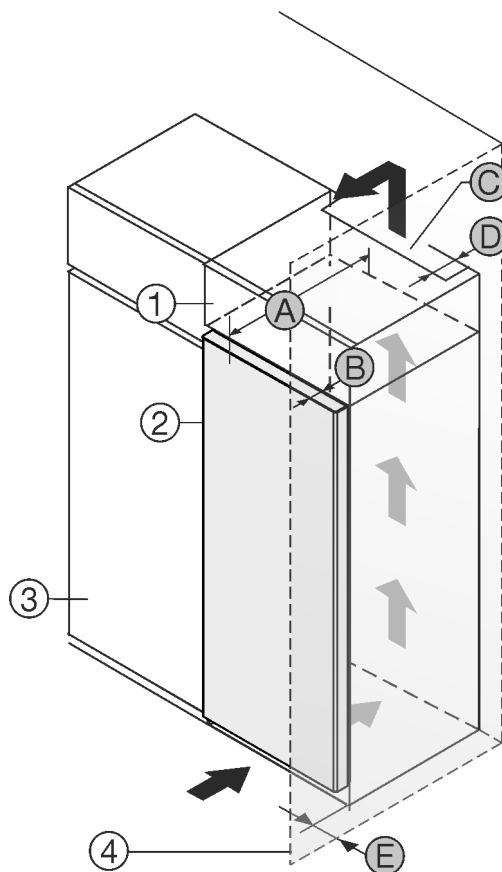

Fig. 1
Aparat lahko postavite neposredno ob kuhinjsko omaro Fig. 1 (3)\*.
Na zadnji strani nadgradne omare mora biti zaradi prezračevanja in odzračevanja po vsej širini nadgradne omare prezračevalni jašek globine Fig. 1 (D)\*.
Pod stropom je treba upoštevati presek prezračevanja Fig. 1 (C)\*.
Če aparat postavite s tečaji ob steni Fig. 1 (4), mora razdalja med aparatom in steno znašati vsaj 13 mm.\*
Če aparat postavite s tečaji ob steni Fig. 1 (4), mora razdalja med aparatom in steno znašati vsaj 20 mm.\*
Da lahko vrata povsem odprete, mora aparat štrleti ven vsaj za globino vrat Fig. 1 (B) glede na sprednji del kuhinjske omarice. Odvisno od globine kuhinjskih omaric Fig. 1 (3) in uporabe stenskih distančnikov lahko aparat štrli bolj ven.\*